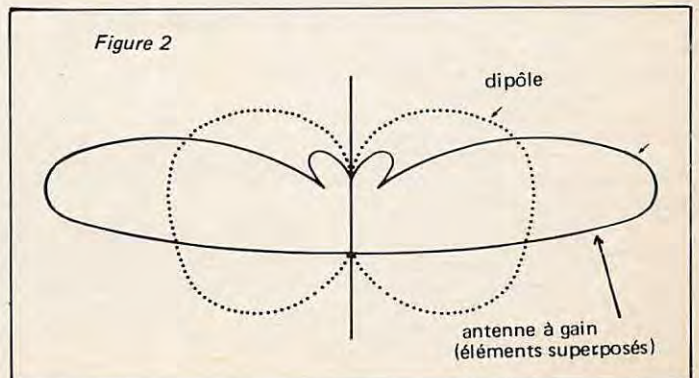

Figure 2
*Influence des antennes* : lorsque l'on place des antennes les unes au-dessus des autres, alimentées en phase, on réduit l'angle de rayonnement sur le plan vertical. Par contre, sur le plan horizontal, l'angle de rayonnement reste identique (*figure 2*).